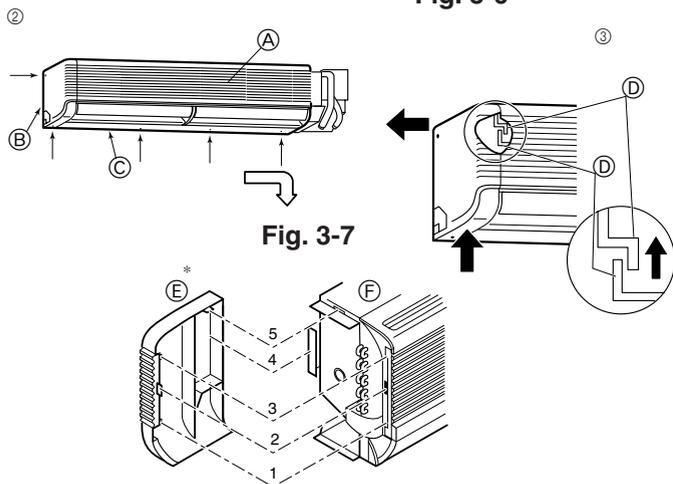

Fig. 3-7
- Ⓓ Equerre de fixation murale ①
- ② Retirer les cinq vis marquées de flèches sur le diagramme. (Fig. 3-7)
- ③ Déposer le panneau latéral gauche, puis le panneau inférieur.